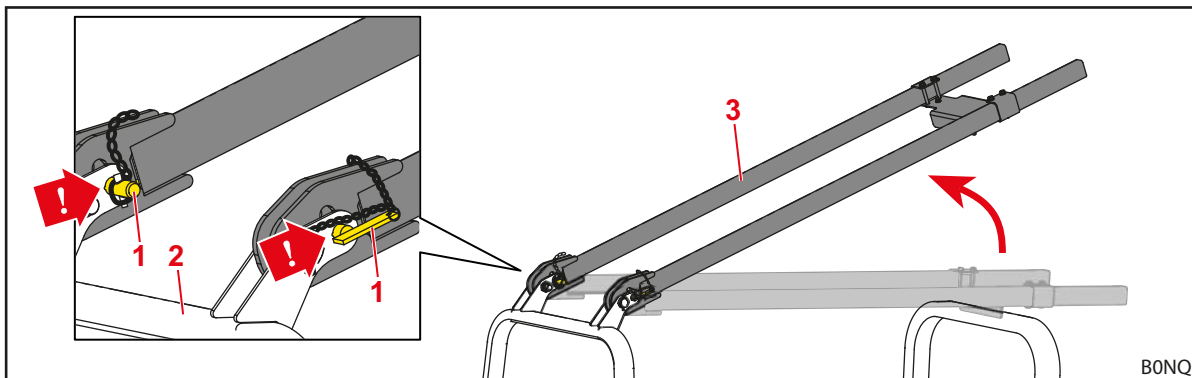

Fig. 40 Traverse rabatate în sus și asigurate în găurile inferioare
- (1) Asigurați traversele lungi în găurile inferioare.
- Asigurați traversele lungi cu șplinturi în găurile inferioare (comparativ Fig. 40).
- (2) Rabatați în sus etrierul inferior (vedeți descrierea pentru OPG fără traverse lungi la începutul capitolului).
- (3) Rabatați în jos traversele lungi.